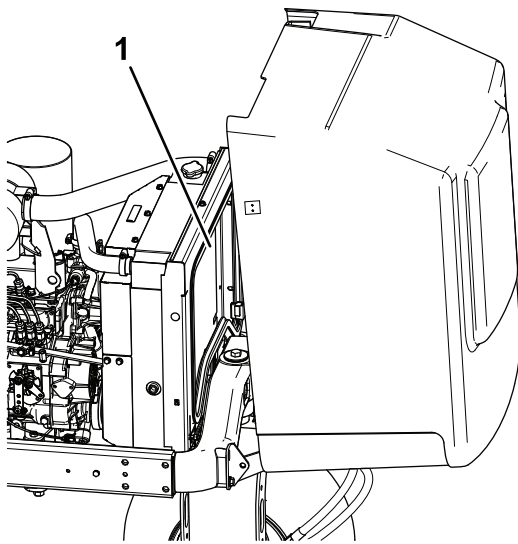

Figura 68
5. Limpe os dois lados do radiador com água ou ar comprimido (Figura 68).